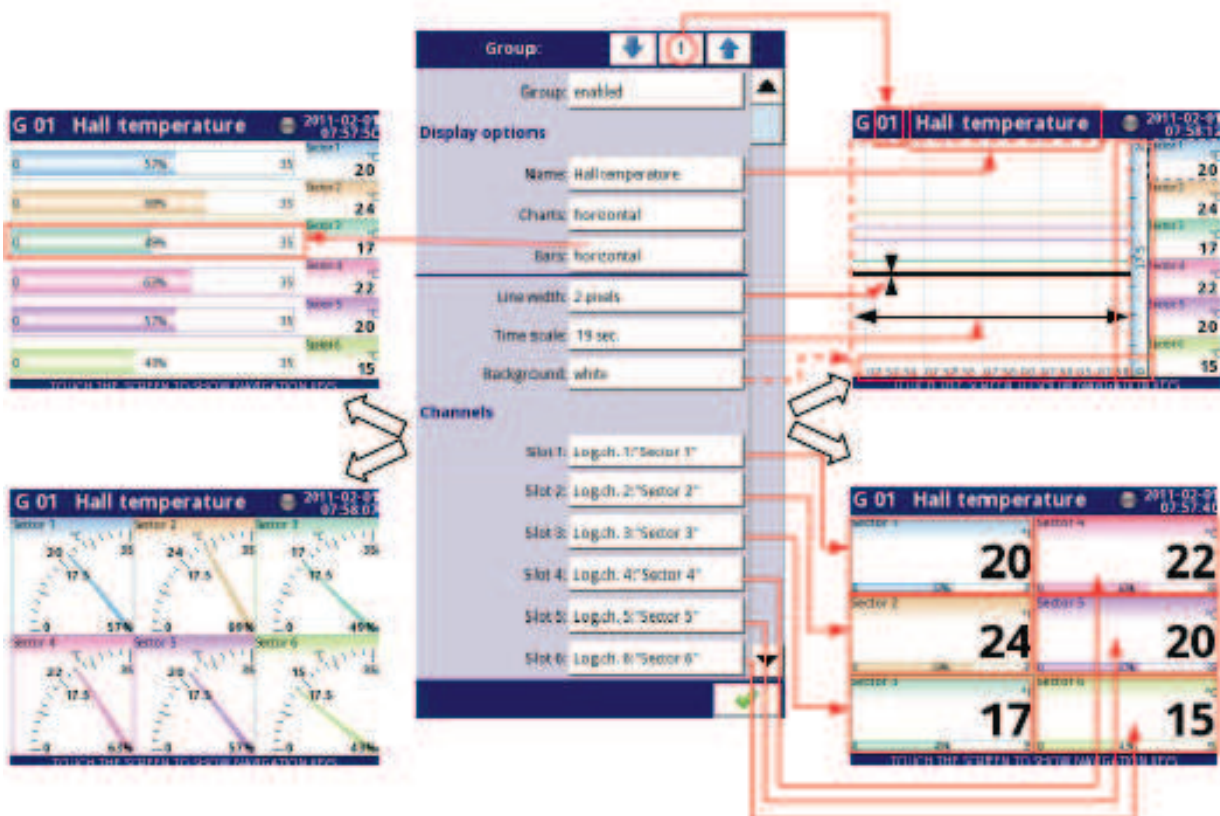
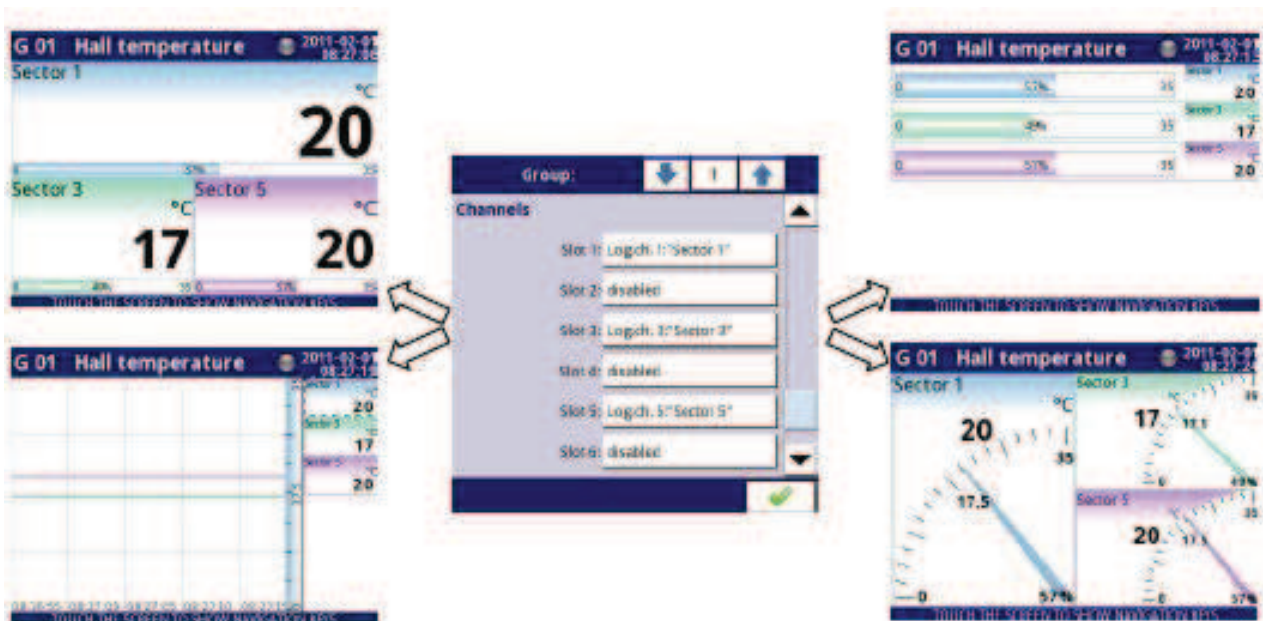

Fig. 7.138. Muestra de la configuración de los parámetros del **grupo**: todas las ranuras están configuradas para el **canal lógico**
Fig. 7.140. Ejemplo de configuración de parámetros de **grupo**: las ranuras se configuran en el **canal lógico** y se **deshabilitan**
- **Ranura 1 a 6**: en cada ranura, el usuario puede seleccionar una opción (ver **Fig. 7.138** a **Fig. 7.140**):